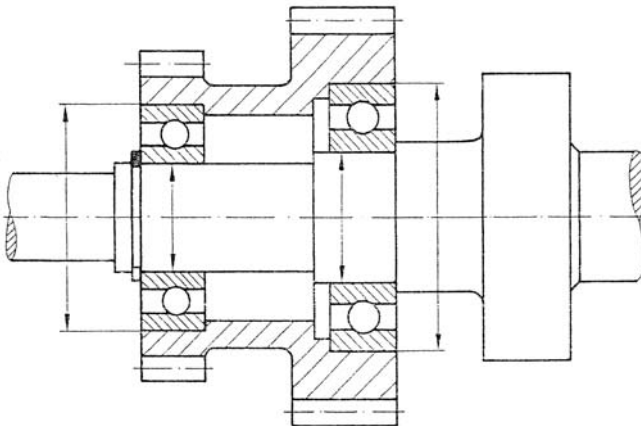

Abb.6: Lagerung von Zahnrädern
- 32) a) Färbe in der Zeichnung (Abb.6) die Lagerringe blau, die umlaufend sind.